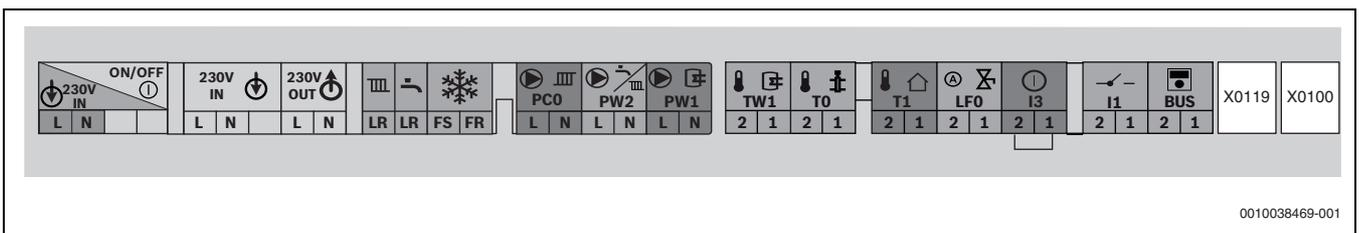

Bild 42 Klemmleiste für externes Zubehör
- Kabel an der Klemmleiste für externes Zubehör (→ Bild 42) anschließen.